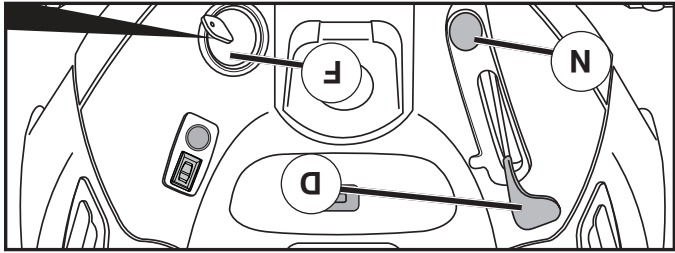

Fig. 6
- Gire la llave de ignición (F) a la posición de apagado "STOP" y remueva la llave al abandonar el tractor para evitar el uso no autorizado.
## PARA USAR EL CONTROL DE LA ACELERACIÓN (D) (Vea Fig. 6)
## PARA USAR EL CONTROL DE ESTRANGULACIÓN (N) (Vea Fig. 6)
- Para enganchar el control de estrangulación (N), tire la manilla hacia afuera. Lentamente, empuje la manilla hacia adentro para desengancharlo.